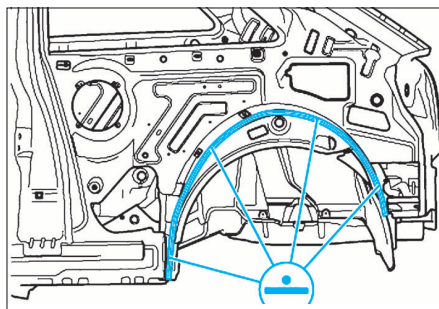

FIG. 26
- Souder la coquille de passage de roue par une soudure par points (Fig.26).